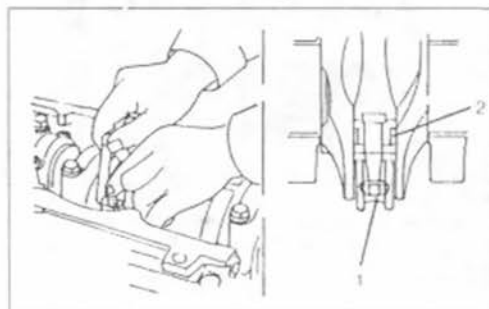

Рис. 29.
- Проверить осевую игру четырех шатунных подшипников на коленчатом валу, прежде чем разобрать кривошипно-шатунный механизм. Для этого измерительный щуп 0,30 мм вставить так, как показано на рис. 29, между стенкой пальца кривошипа и подшипником шатуна. Если шаблон можно вставить, граница износа достигнута и нужно принимать соответствующие меры, т. е. шатуны или в худших случаях также коленчатые валы нужно менять.